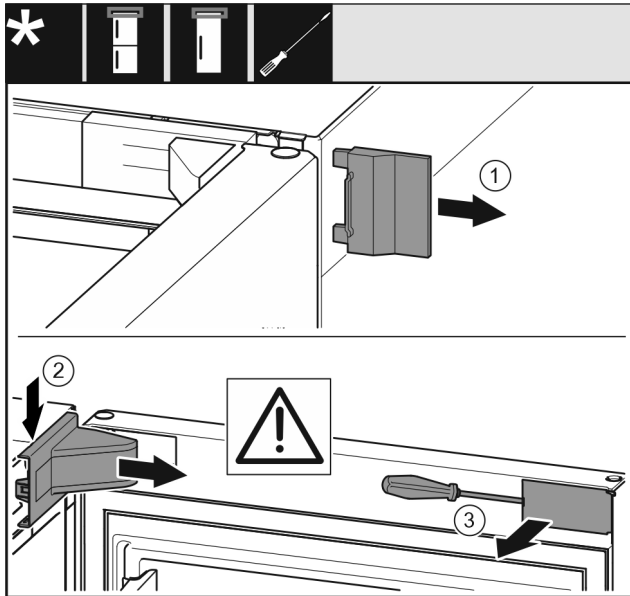

Fig. 10
- Ta av det ytre dekselet Fig. 10 (1).
- Løsne og ta av lagerblokkdekselet Fig. 10 (2).
► Løsne dekselet Fig. 10 (3) med en skrutrekker og sving det til siden.